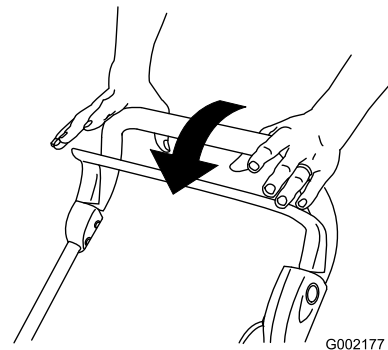

Figure 18
1. Zet de bedieningsstang vrij (Figure 18).